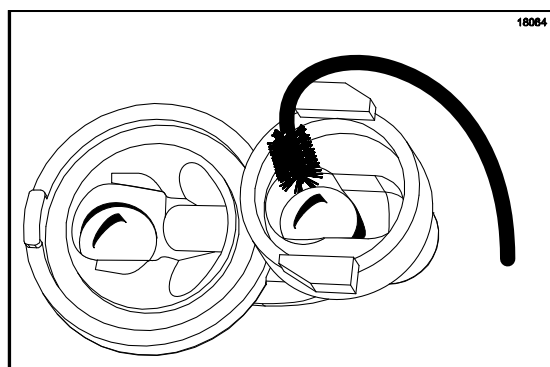

Abbildung 83
5. Die schwarze Bürste in den oberen Teil des Auslassventils einführen und diesen Bereich sorgfältig sauber bürsten, besonders um die Stahlkugel herum. (Siehe Abbildung 83.)